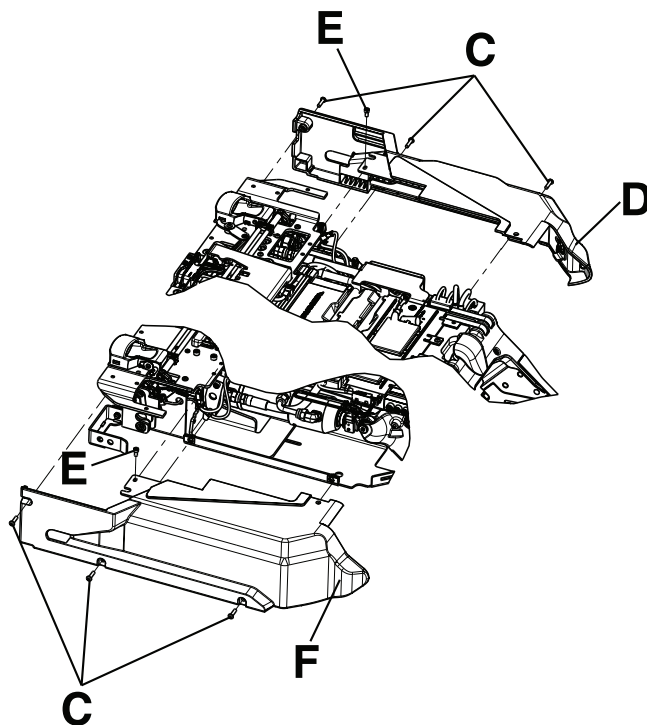

Figure 12 – Couvertres latéraux du chariot
2. À l'aide d'une clé Torx T25, retirer les trois vis (C) du couvercle latéral gauche (D) (Figure 12). Conserver les vis.
3. À l'aide d'une clé à six pans de 5/32 po, retirer une vis à tête hexagonale (E) du haut du couvercle latéral gauche (D) (Figure 12). Conserver la vis.
5. Répéter les étapes 2 à 4 pour retirer le couvercle latéral côté droit (F) (Figure 12).